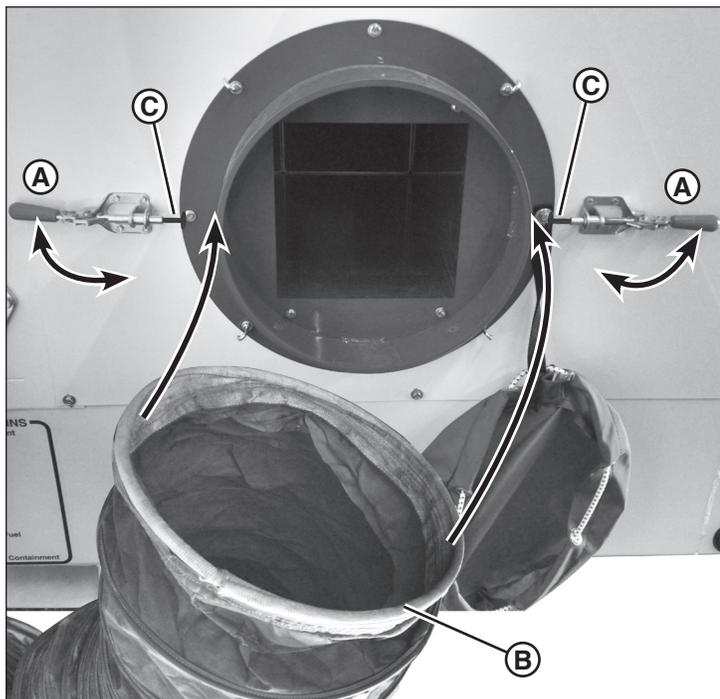

Figure 16
2. Ouvrir les pinces (A, Figure 16, pas tous les modèles) en déplaçant les leviers de la pince vers l'extérieur loin du conduit de l'appareil de chauffage.
3. Installer le poignet de la conduite flexible (B, Figure 16) par-dessus le conduit de l'appareil de chauffage. Fixer avec les pinces (si équipé). Ajuster les tampons filetés des pinces (C) pour s'assurer que la conduite est bien fixée au conduit de chauffage.